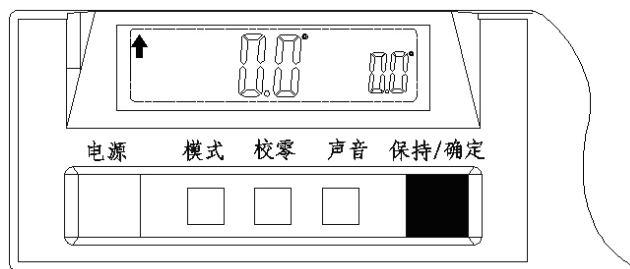

图 G-10
- 3) 轻压【保持/确定】按钮一次，坡度计恢复到普通测量模式，见图 G-10；